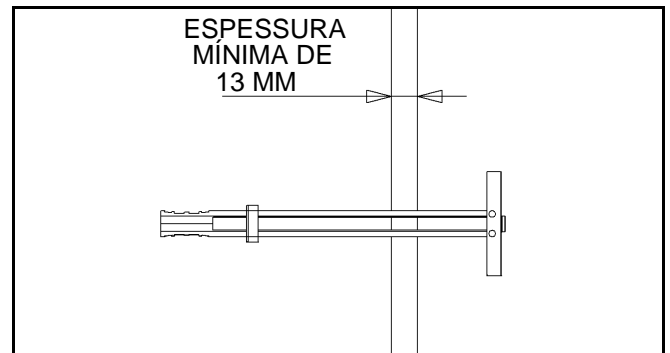

Figura 10.
4. Com a âncora de plástico (100) inserida no furo, deslize os dedos de aperto juntos, colocando a ponta dentro do furo, perpendicularmente à parede (consulte a figura 10).